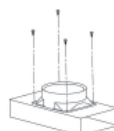

Abbildung 15
– Befestigen Sie den Ausgang am T-Sharp (siehe *Abbildung 15*).